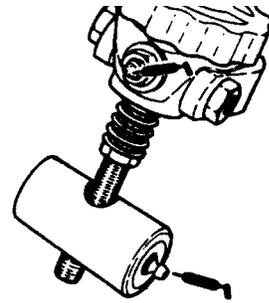
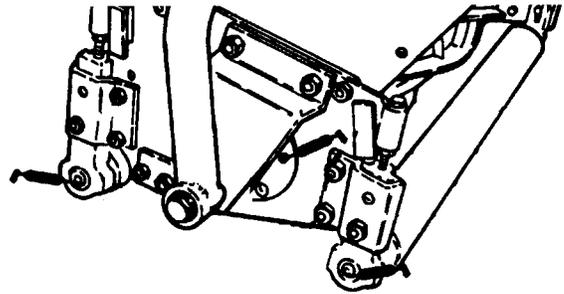

Bild 30
Bild 31
Die Schmierstellen der Schnittwerke sind: 1-Punkt Einstellrad (2) (Bild 30), Spindelflanschlager (2) und Walzen vorne und hinten (Bild 31).